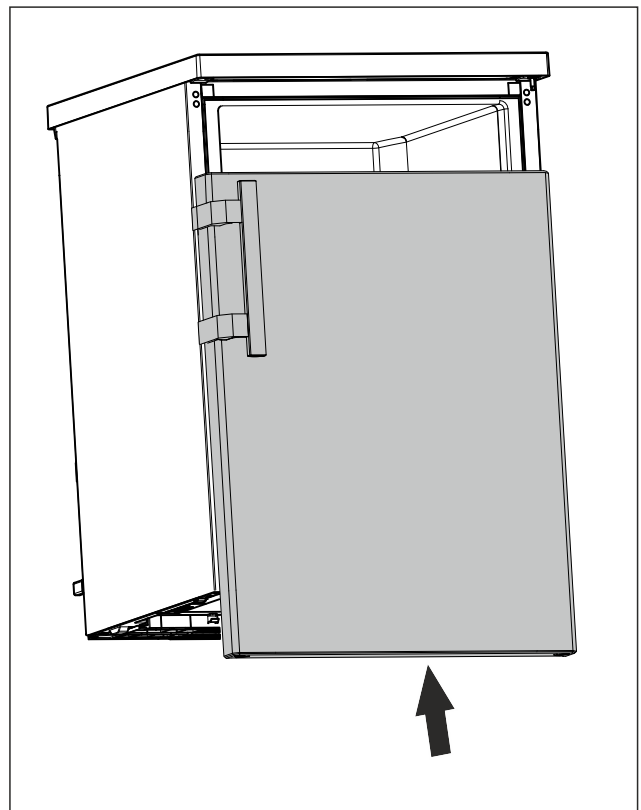

Fig. 19
- ▶ Futni derën në gjendje të mbyllur në bulonin e sipërm. (shihni Fig. 19)